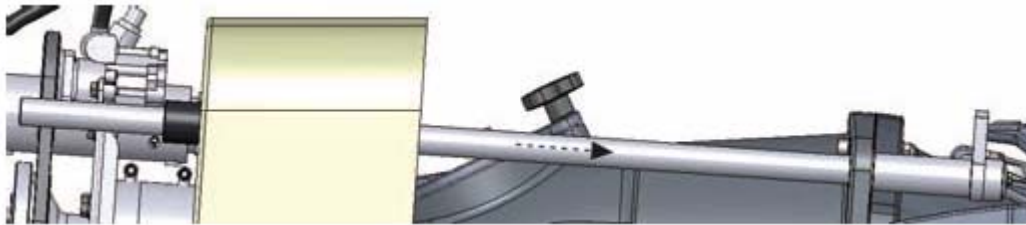

Figura 88. Smontaggio dell'albero dello sterzo
7. Estrarre l'albero dalla parte posteriore (figura 88).